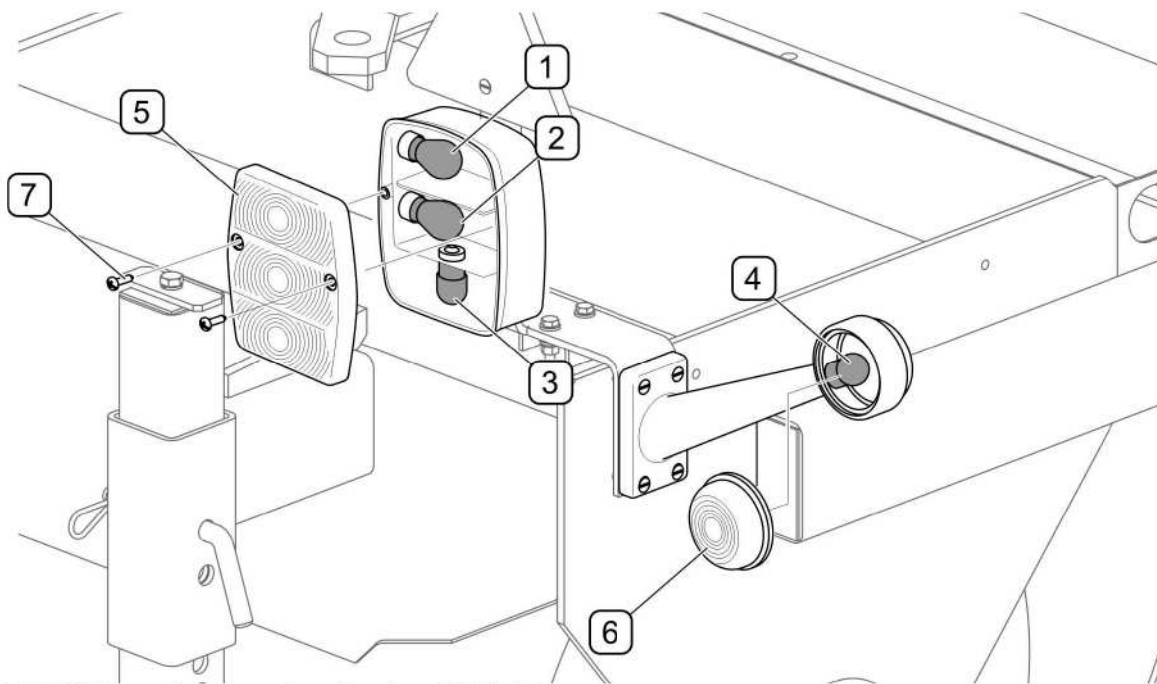

ABB. 5.11A Auswechseln der Glühbirnen
Die Wartung der Elektroinstallation beruht auf einer regelmäßigen Funktionskontrolle der Sprühvorrichtung und der Beleuchtung (Zusatzausstattung). Den Stecker in die 7-polige Steckdose am Schlepper stecken und die Funktion der Beleuchtung prüfen. Falls eine Glühbirne in der Rückleuchte durchgebrannt ist, müssen die Befestigungsschrauben (7) des Lampenschirms (5) herausgeschraubt und die Glühbirne ausgewechselt (ABB. 5.11A). Um eine Glühbirne in der Umrissleuchte auszuwechseln, muss der Lampenschirm (6) aus dem elastischen Gehäuse herausgenommen werden.